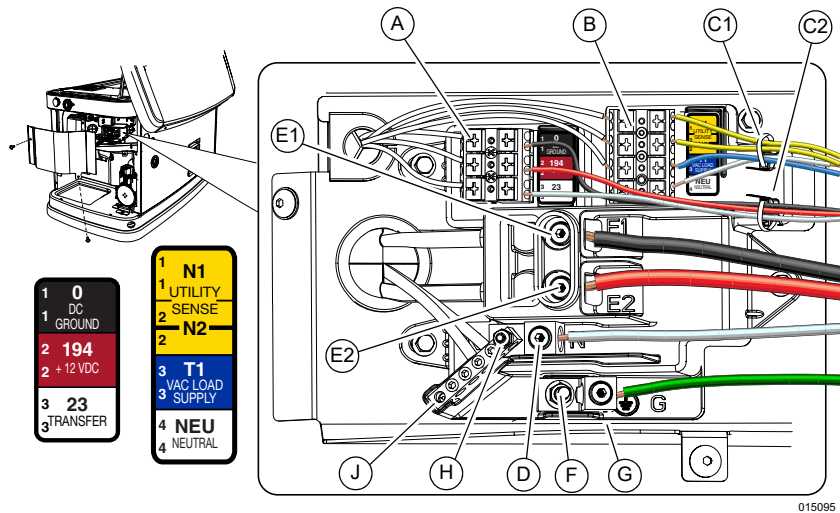

Figura 6-1. Conexões da fiação elétrica
Consulte Figura 6-1. O gabinete de fiação elétrica está localizado atrás de um painel de acesso na extremidade de entrada da unidade. Remova o painel lateral de admissão conforme indicado em Remoção do painel lateral de admissão e, em seguida, remova o painel de acesso. Conecte os fios de acordo com o diagrama e as mesas.
4. Consulte Figura 6-1. Remova o isolamento das extremidades do fio. Não remova muito o isolamento. Encaminhe os fios sensores através da braçadeira fornecida (C1) e conecte-os ao bloco de terminais do fio sensor (B). Empurre para baixo no ponto de conexão carregado por mola com uma chave de fenda de cabeça plana, insira o fio e libere.
2. Consulte Figura 6-1. Solte os olhais nos terminais neutro (D), terra (G) e cabo de alimentação (rede elétrica) (E1, E2).
Consulte Figura 6-1. Conecte um jumper de ligação do sistema de tamanho adequado de acordo com a NEC Tabela 250.102(C)(1) da barra neutra (J) ao prisioneiro de aterramento (F). Aperte a porca prisioneiro de aterramento em 3,95 Nm (35 pol-lb). Isso é necessário quando o gerador está instalado em um sistema derivado separadamente. O gerador também exigirá uma conexão a um sistema de eletrodo de aterramento de acordo com o Artigo 250.64 da NEC. Não é necessário quando o gerador é uma fonte de backup em um sistema elétrico fornecido pela concessionária com uma chave de transferência de 2 polos. A instalação deve ser feita de acordo com os Artigos 250.30 e 250.35(A) da NEC se o gerador for instalado como um sistema derivado separadamente.